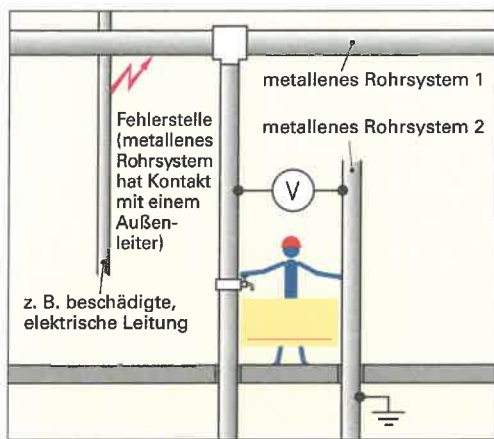

Bild 1: Anlage ohne Schutzpotenzialausgleich
2. Geben Sie an, wie hoch die Berührungsspannung U_B in der Anlage ohne Schutzpotenzialausgleich (**Bild 1**) ist. Tragen Sie die Höhe der Spannung in **Bild 1** ein.